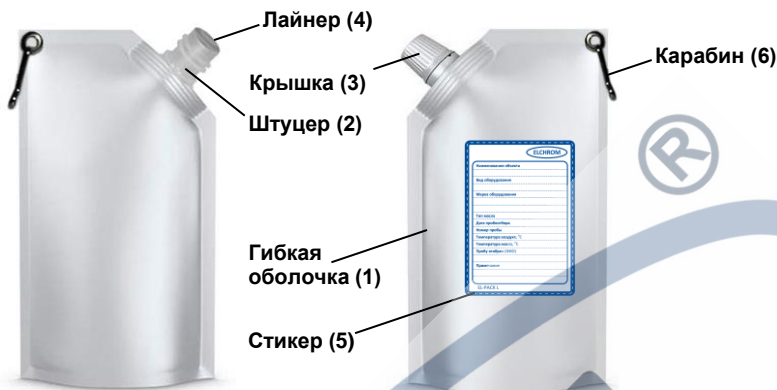

Рис. 1. Общий вид пробоотборника
4.1. Пробоотборники (Рис. 1) являются одноразовыми изделиями. Оболочка (1) пробоотборника изготовлена из многослойного полимерного материала с барьерными слоями, обеспечивающими одновременно гибкость, герметичность и светонепроницаемость.